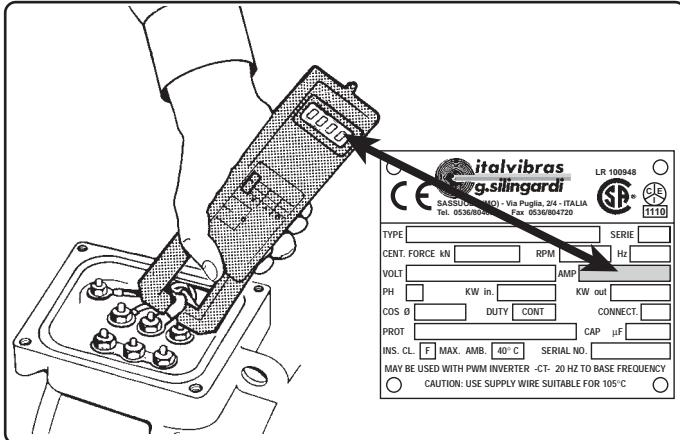

Fig. 19
Fig. 19 bis
- Verificare con pinza amperometrica (Fig. 19) su tutte le fasi, che la corrente assorbita non superi il valore di targa:
- Togliere il coperchio delle masse (solo per serie MTF)(Fig. 19 bis).
- Use an amperometric clamp on all phases (Fig. 19) to check that the current draw does not exceed the data plate values:
- Remove the cover from the weights (for series MTF only)(Fig. 19 bis).
- Vérifier avec un ampèremètre à pince (Fig. 19) sur toutes les phases, que le courant absorbée ne dépasse pas les valeurs de plaque:
- Enlever le couvercle des masses (seulement pour la série MTF) (Fig. 19 bis).
- Mit einem Zangenstrommesser an allen Phasen (Abb. 19) prüfen, daß die Stromaufnahme den auf dem Typenschild angegebenen Wert nicht überschreitet.
- Den Massedeckel abnehmen (nur für Serie MTF) (Abb. 19 bis).
- Controlar con pinza ampermétrica (Fig. 19) en todas las fases, que la corriente absorbida no asupere el valor de placa:
- Quitar la tapa de las masas (sólo para serie MTF) (Fig. 19 bis).